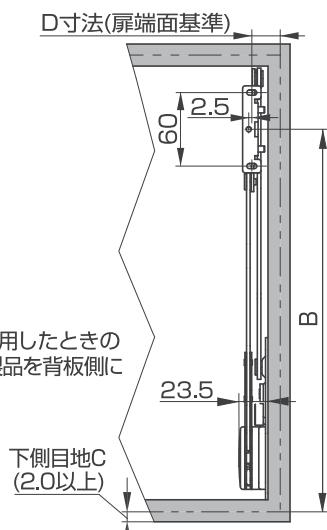

図3-2. 座金取付寸法図
- (1) 座金を扉裏面の規定位置に、付属の⑤取付ねじ(3.5×15)で確実に固定します(図3-2)。